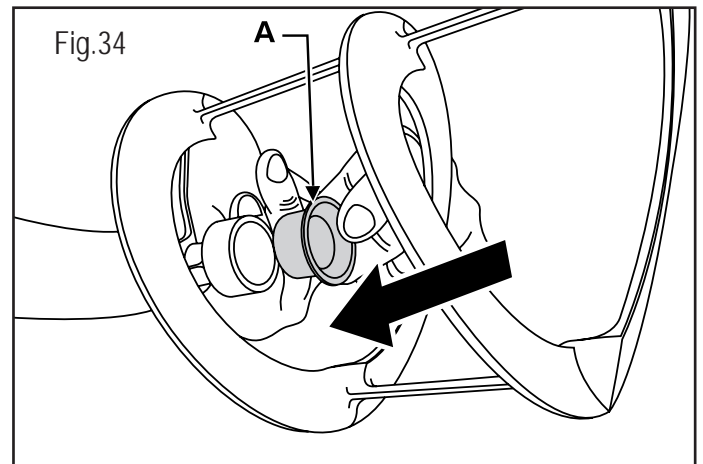

Fig.34
Installez le joint (A) sur la vis s.f. comme le montre la fig.34.
Le joint du réservoir n'est pas lubrifié. (Fig.34)	Lubrifiez le réservoir.